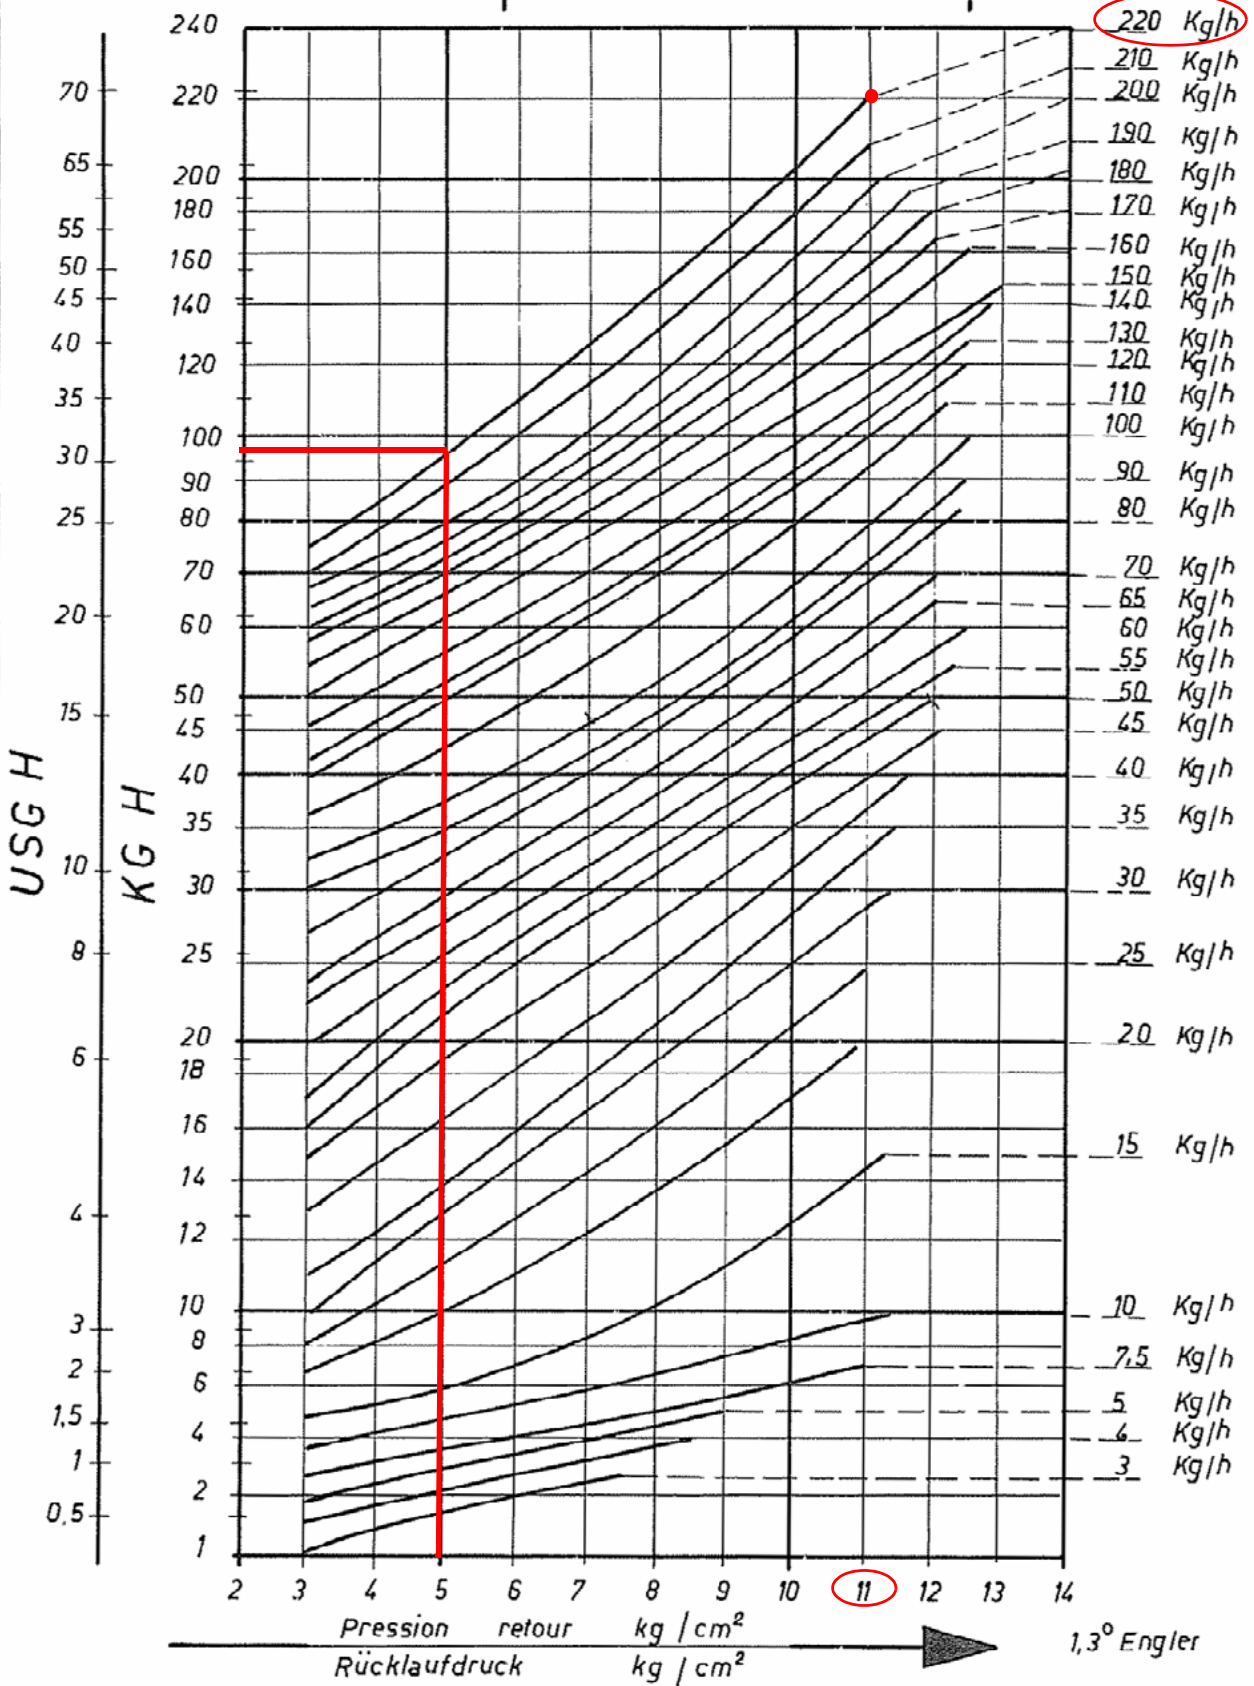

Fig. 16
La portata del gasolio viene regolata scegliendo un ugello (del tipo a riflusso) di dimensione adatta alla potenza della caldaia/utilizzo e tarando le pressioni di mandata e di ritorno secondo i valori riportati nei diagrammi di Fig. 15 e Fig. 16, a seconda del tipo di bruciatore. Gli ugelli in dotazione sono i seguenti tipi (a seconda del tipo di bruciatore). Per la lettura delle pressioni consultare i paragrafi successivi.
PG91 - PG92: Bergonzo A3 (Fig. 16)
- 16 spostare la **camma III** (bassa fiamma) verso il minimo in modo che il servocomando inizi a chiudere fino a che i due cuscinetti siano in corrispondenza della vite di regolazione relativa al punto immediatamente inferiore: avvitare la vite **V** per aumentare la portata, svitare per diminuirla, al fine di ottenere il valore di pressione come da diagramma in Fig. 15/Fig. 16, in base alla portata richiesta.